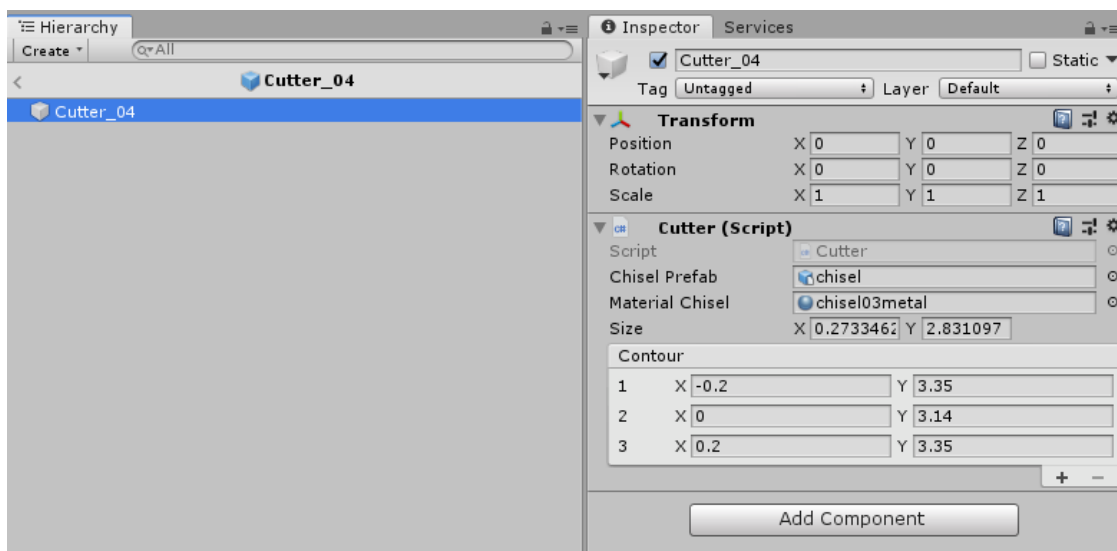
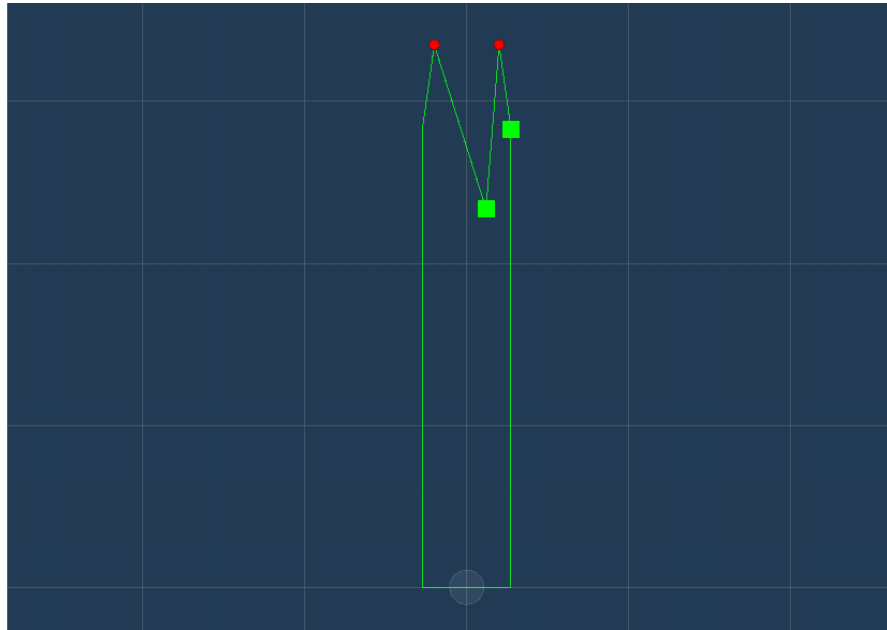

Рисунок 3
Рисунок 5
Для того чтобы создать новую стамеску нужно создать пустой объект на сцене и добавить на него скрипт «Cutter» (рисунок 3). У скрипта есть параметры:
4. Contour – контур по которому будет сформирована режущая часть стамески (рисунок 5).
Для того чтобы менять контур наконечника вы можете добавить точку нажав на «+» в «Contour» (рисунок 3), или удалить ненужную точку выбрав ее в «Contour» и нажав «-» (рисунок 3). Менять позицию точек этого контура можно в окне «Scene» нужно кликнуть на красный круг, он превратится в зеленый квадрат (это значит, что точка выбрана), потом зажимаем мышкой на зеленом квадрате и перетягиваем его тем самым меняя позицию этой точки (рисунок 5).